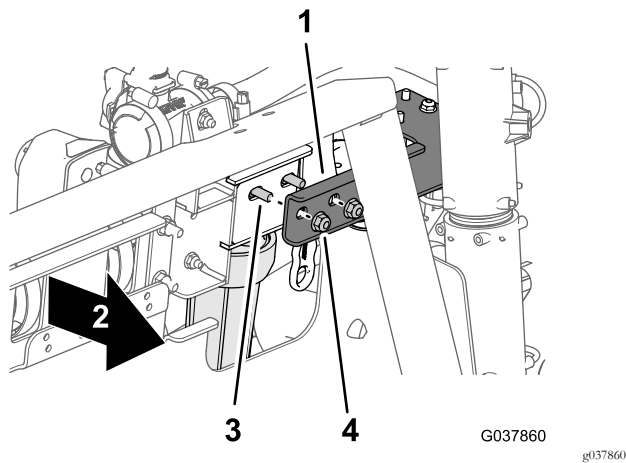

Рисунок 64
5. В передней части кронштейна коллектора совместите отверстие в кронштейне отсечного клапана (Рисунок 64) с двумя болтами (5/16 x 3-3/4 дюйма).
7. Установите кронштейн отсечного клапана на кронштейн коллектора (Рисунок 64) с помощью двух фланцевых контргаек, снятых при выполнении пункта 3, и затяните гайки с моментом от 1978 до 2542 Н·м.